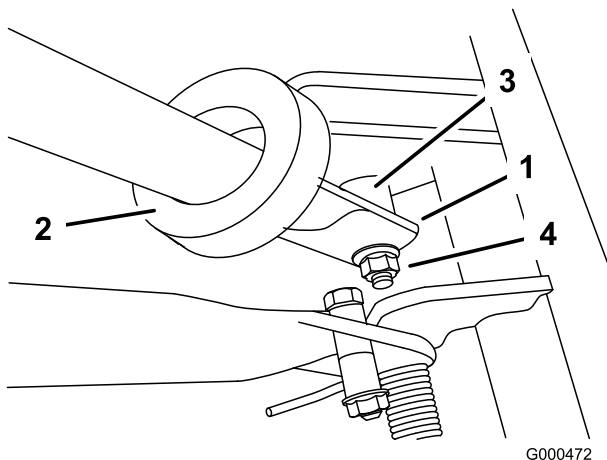

Bild 5
2. Schieben Sie die Griffenden durch die Schlitz in den Griffstützarmen (Bild 5).
3. Drücken Sie die Griffenden nach innen und bauen Sie sie an der Stufe des Schwenkstifts ein (Bild 5).
4. Befestigen Sie den Griff mit der Sicherungsbundmutter und dem Schwenkstift an der Schraube (Bild 5).